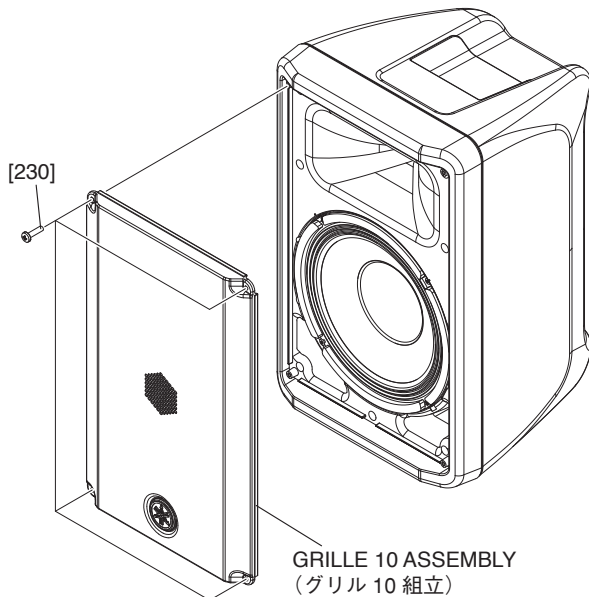

Fig. A-1 (図A-1)
A-1-1 Remove the four (4) screws marked [230]. The grille 10 assembly can then be removed. (Fig. A-1)
A-1-1 [230] のネジ 4 本を外して、グリル 10 組立を外します。(図 A-1)